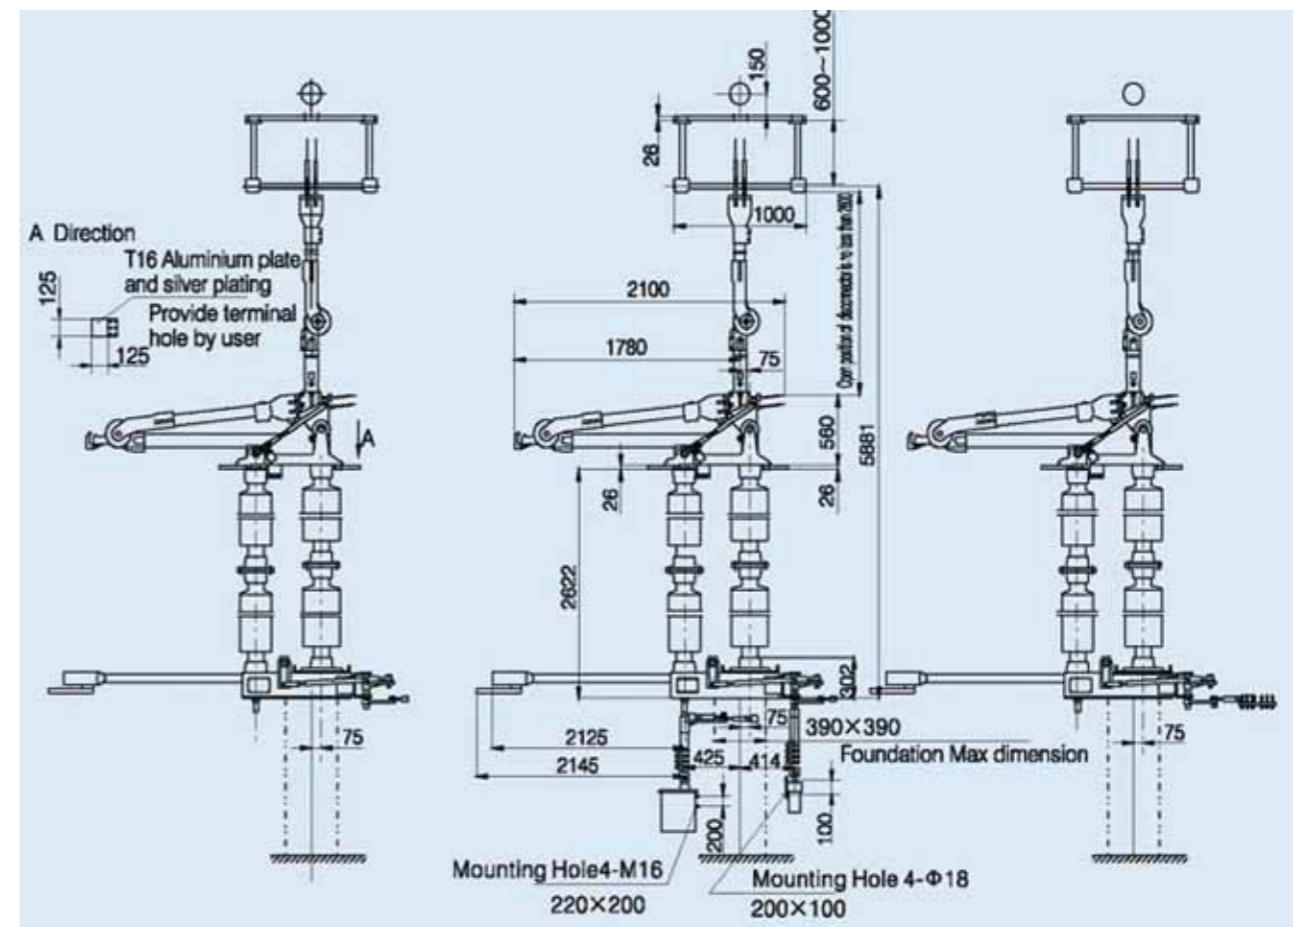

Рис. 6.1 Внешний вид и размеры разъединителя GW22-252
6. Внешний вид и размеры (см. рис. 6.1, 6.2)